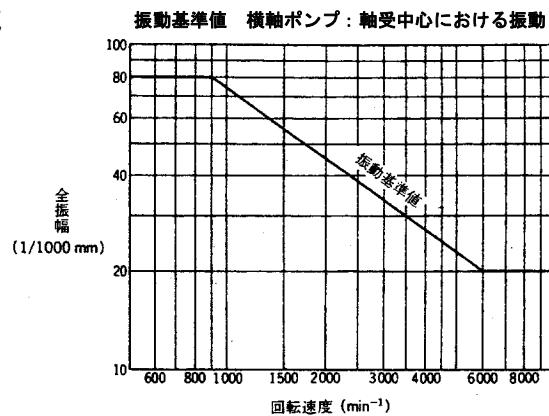

図 7
- (2) 軸封はメカニカルシールタイプのため、正常ならば、水漏れは極少で、にじむ程度です。運転開始時、少々の水漏れが認められる場合でも、その状態で運転をしばらく維持させると水漏れが減ります。メカニカルシールの点検時はプロテクタを取り外してください。点検終了時は元のようにプロテクタを取り付けてください。それでも漏れが止まらない場合は、運転を停止して点検してください。
- (3) ポンプが正常で据付、配管工事が正しく施工されている場合の振動の基準値を図7に示します。振動が大きい場合は配管の無理などが原因ですので点検してください。特に防振対策を必要とされる場合、当社ではエバラ防振架台、エバラフレックス（たわみ管継手）、エバラパイプサイレンサ（圧力脈動吸収装置）を用意しておりますのでご用命ください。